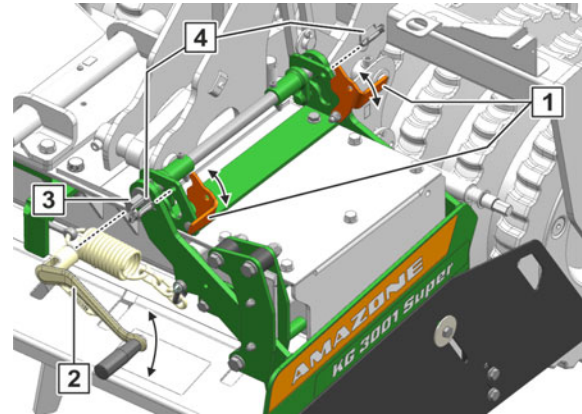

Рис. 144
1. Снимите пружинный фиксатор (Рис. 144/4)
2. Приставьте инструмент (Рис. 144/2) к регулировочному валу (Рис. 144/3).
3. Чтобы снять нагрузку с крепежных уголков (Рис. 144/1), поверните инструмент против часовой стрелки.